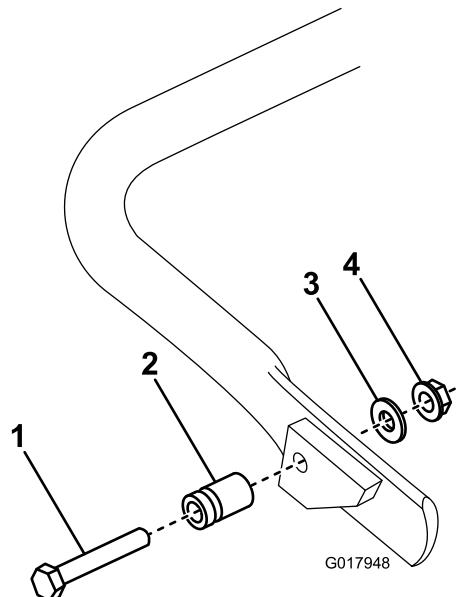

图7
1. 仅限型号 04056 使用提供的螺栓、垫圈和凸缘螺母将弹簧柱螺栓连接到支架的右侧图7。